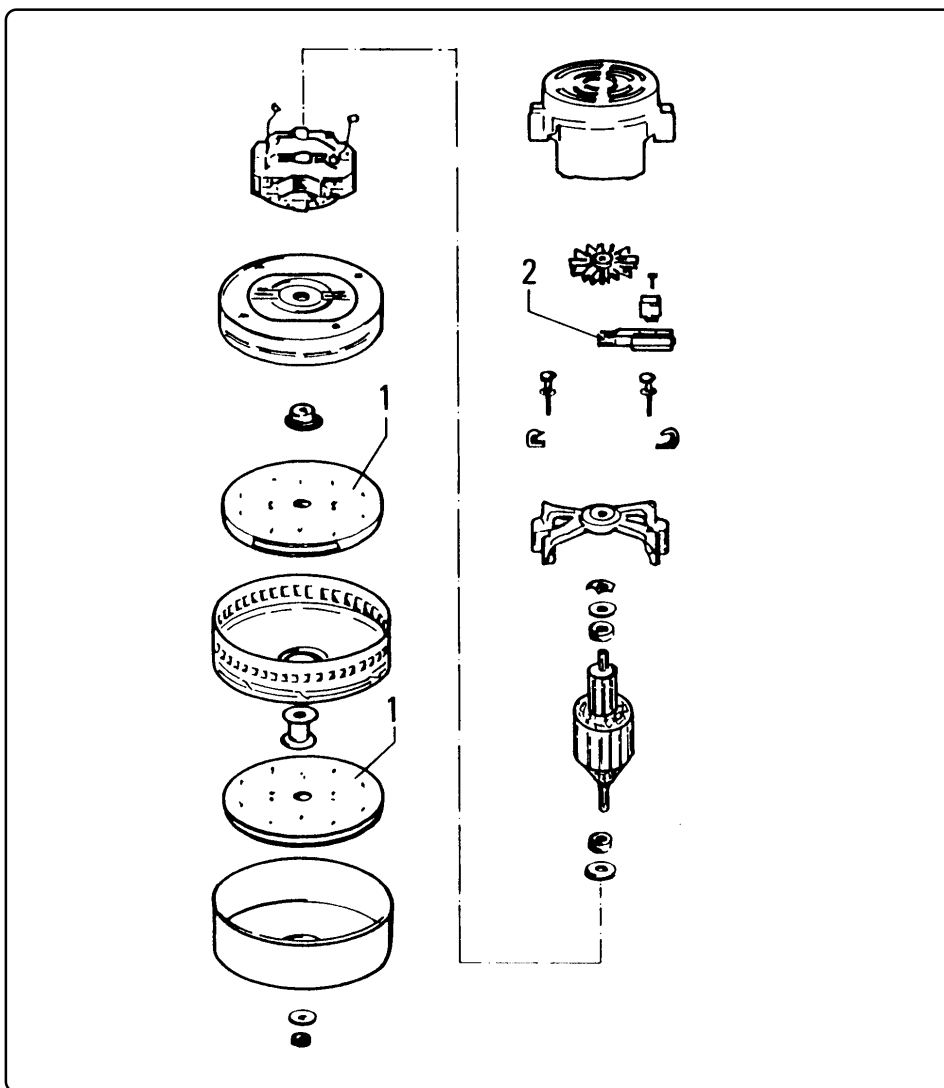

Fig. 7.5.3
7.5.4 - Verifica lo stato del motore aspirazione (fig. 7.5.3)
7.5.4 - Checking the condition of the suction motor (fig. 7.5.3)
7.5.4 - Vérification de l'état du moteur d'aspiration (fig. 7.5.3)
7.5.4 - Control del estado del motor de aspiración (fig. 7.5.3)